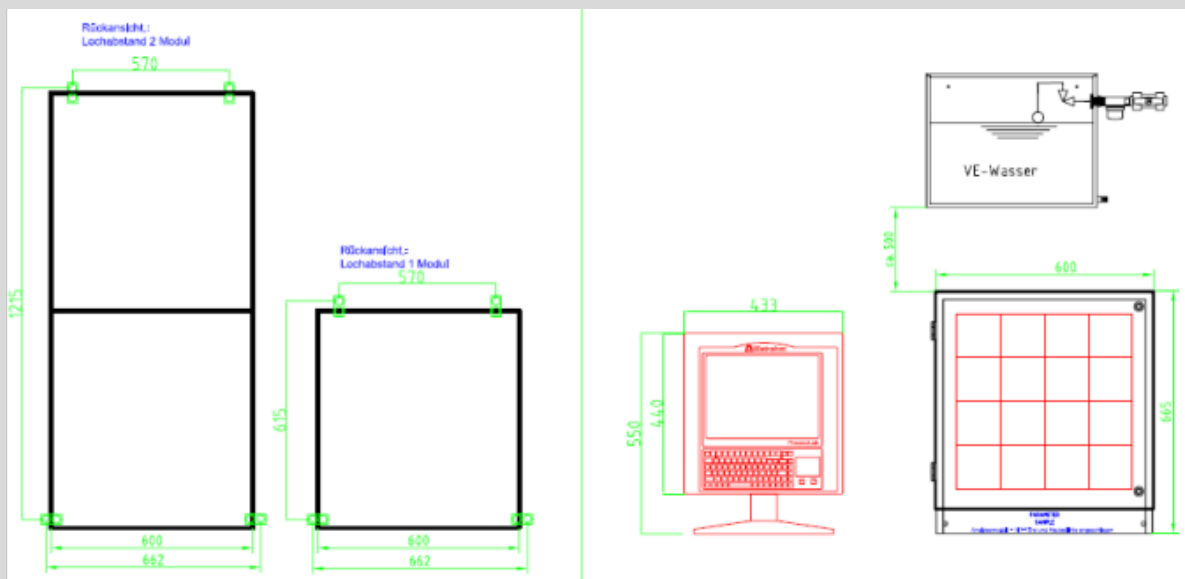

Abbildung 1: Geräteabmessung für Wandmontage und VE-Wasser
Links und rechts des Analysengerätes muss der erforderliche Abstand für Kabelverbindungen berücksichtigt werden. Auch vor dem Analysengerät sowie links und rechts davon muss genügend Raum für das Öffnen der Nassteiltür eingeplant werden (siehe Abbildung 1).
- Werden zwei IC Process Extension-Gehäuse auf einem Tisch übereinander angeordnet, muss das System gegen Umfallen gesichert werden (siehe Abbildung 1: Geräteabmessung).